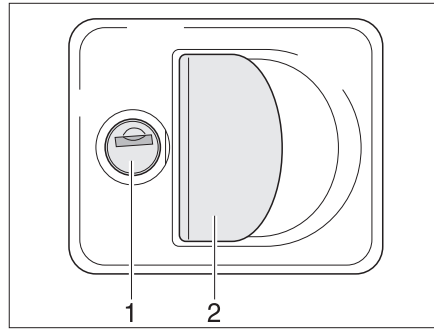

Fig. 51 Cerradura de la trampilla con tirador concha
- Introducir la llave en el cilindro de cierre (Fig. 51,1) y girarla un cuarto de vuelta. La cerradura de la trampilla está desbloqueada.
- Tirar del asidero de la cerradura (Fig. 51,2). La trampilla exterior está abierta.